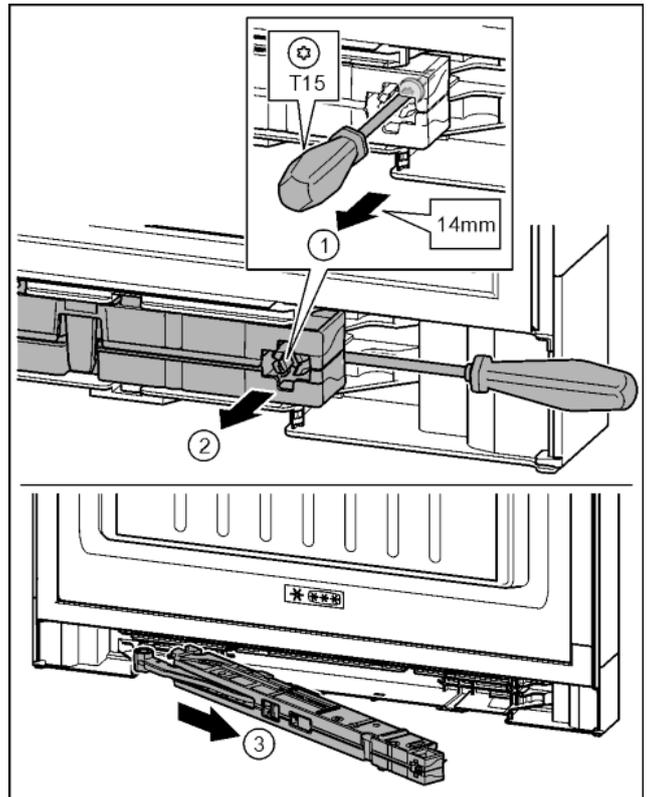

Fig. 18
- ▶ Schraube an Schließdämpfereinheit mit Schraubendreher T15 ca. 14mm lösen. Fig. 18 (1)
- ▶ Mit Schraubendreher griffseitig hinter Schließdämpfereinheit fahren. Einheit nach vorn drehen. Fig. 18 (2)
- ▶ Einheit herausziehen. Fig. 18 (3)